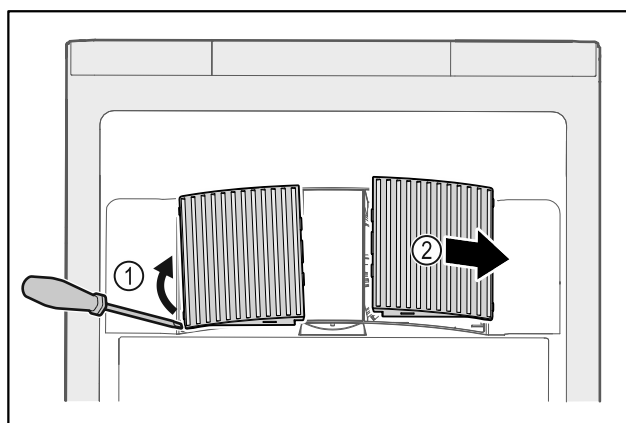

Fig. 137
- ▶ Estrarre con cautela i coperchi delle ventole dai lati Fig. 137 (1) e rimuoverli in avanti Fig. 137 (2).